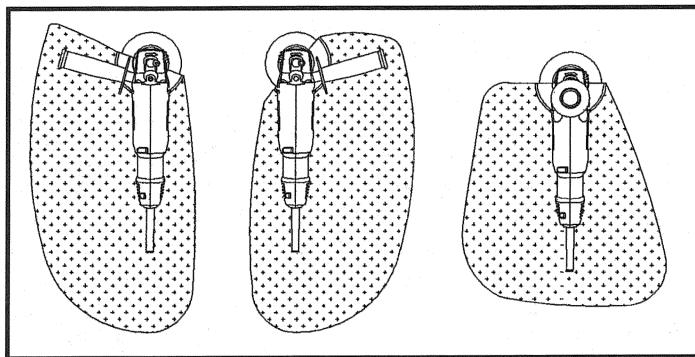

Fig. 4
3. Positionnez le couvre-meule sur l'outil de manière à le placer entre l'opérateur et la meule (voir Fig. 4).
**AVERTISSEMENT :** Assurez-vous toujours que le capot couvre-meule est bien positionné entre l'opérateur et la meule afin que les débris volants ou les morceaux d'une meule qui viendraient à se casser soient détournés de l'opérateur (voir Fig. 4).